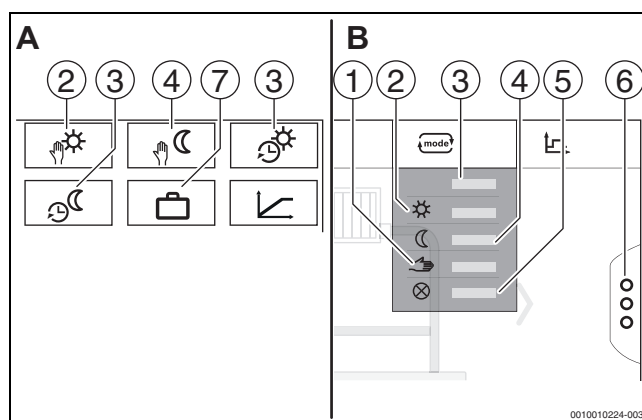
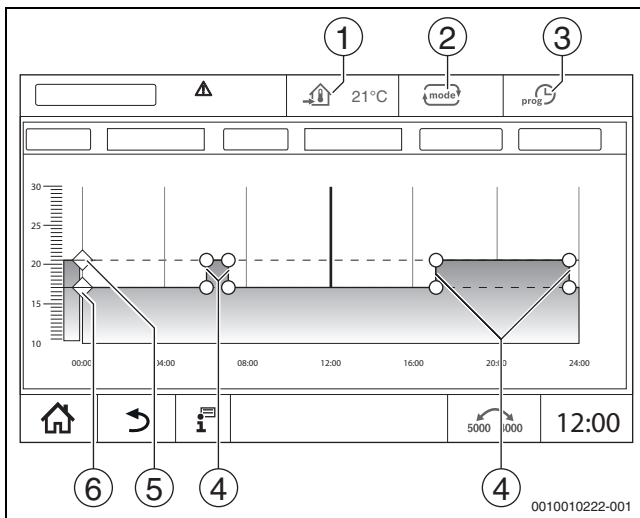

Bild 35 Ansichten Betriebsarten
Bild 36 Automatik Absenkbetrieb im Zeitprogramm ändern
Für die Betriebsarten (→ Bild 36, [2], Seite 59) und die erweiterten Funktionen (→ Bild 35, [6], Seite 35) können jeweils eigene Temperaturen und Umschaltkriterien eingestellt werden. Die Einstellungen können für jeden Heizkreis und jede Betriebsart separat vorgenommen werden.
- **Manuell Heizbetrieb** (→ Bild 35, [2])
- **Manuell Absenkbetrieb** (→ Bild 35, [4])
- **Urlaub** (→ Bild 35, [7])
Der **Automatik Heizbetrieb** wird über die Parameter in den Servicemenüs vordefiniert. Die Parameter lassen sich im Zeitprogramm ändern (→ Bild 36, [4], [5], Seite 59).
Der **Automatik Absenkbetrieb** wird über die Parameter in den Servicemenüs vordefiniert. Die Parameter lassen sich im Zeitprogramm ändern (→ Bild 36, [4], [6], Seite 59).
- ▶ Temperaturen durch Verschieben der Punkte (→ Bild 36, [5], [6]) ändern.